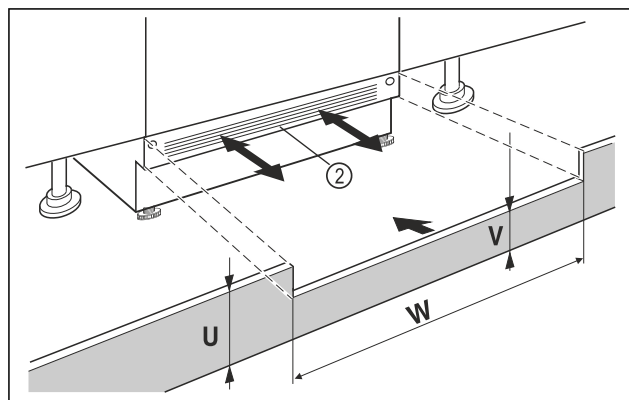

Fig. 98 Ilustrační zobrazení
- ▶ Nasadte krycí lištu spotřebiče Fig. 98 (2) ale ještě nepřipevňujte.
- ▶ U viditelné krycí lišty Fig. 98 (2) tuto lištu vytáhněte dopředu natolik, až jsou přední hrana větrací mřížky a nábytkové krycí lišty zarovnané.
- ▶ Při zakryté krycí liště Fig. 98 (2) tuto lištu zasuňte úplně dozadu.
- ▶ Dbejte a zcela volné větrací štěrby: V případě potřeby přirůzněte krycí lištu nábytku Fig. 98 (U) na potřebnou výšku!
- ▶ Podél šířky výklenku Fig. 98 (W) přizpůsobte výšku můstku Fig. 98 (V) pod krycí lištou spotřebiče Fig. 98 (2).